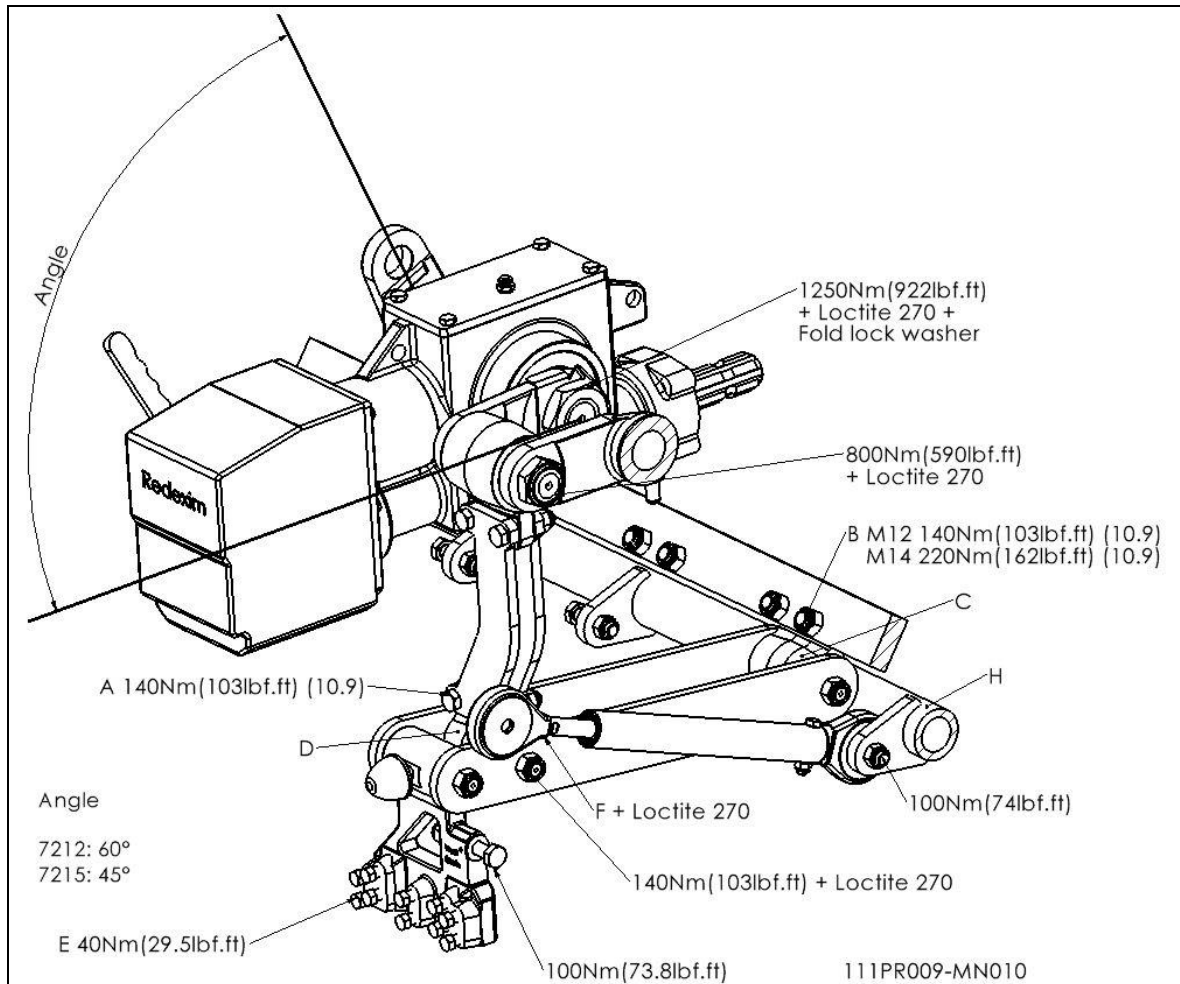

Abb. 8
In Abb. 8 sind die Drehmomenteinstellungen der wichtigsten Schraubenbolzen/Muttern aufgeführt. Überzeugen Sie sich davon, dass die Schraubenbolzen und Muttern, für diese Einstellungen nicht Genannt werden, ebenso angezogen werden wie vergleichbare Schraubenbolzen und Muttern. Wenn sich Schraubenbolzen und Muttern lösen, können Sie mit Loctite gesichert werden.
6. Nachdem Sie die Kurbel/das Lager zurückgesetzt haben, bauen Sie die Teile in derselben Reihenfolge des Ausbaus wieder ein. Verwenden Sie entsprechend den Angaben in Abb. 8 Loctite.